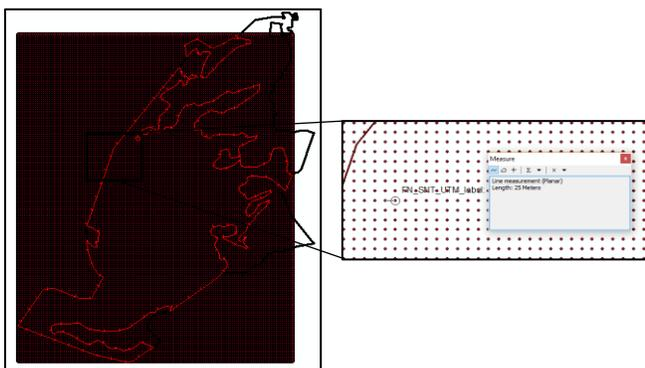

Figura 10. Ejemplo de cuadrícula de parcelas
- 1.1.1.6 Un ejemplo de la cuadrícula de parcelas resultante se presenta en la Figura 10.